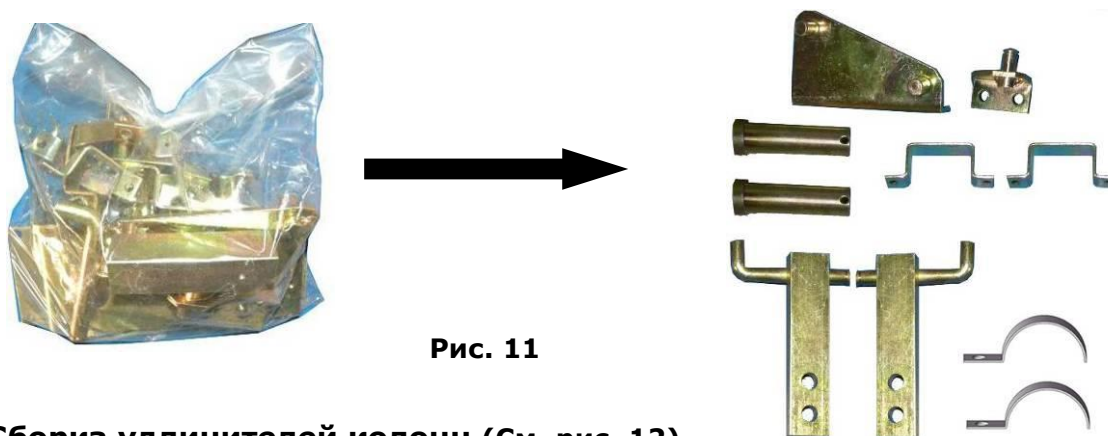

Рис. 11
6. Вскройте пакет №2 и проверьте его комплектность (См. рис. 11).